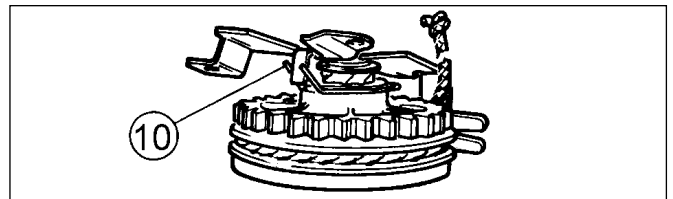

Abb. 15
- Drücken Sie die neue Bremsfeder (10) in ihren Sitz (Abb. 15). Achten Sie sorgfältig darauf, daß die seitlichen Federenden in ihren Sitz einrasten.